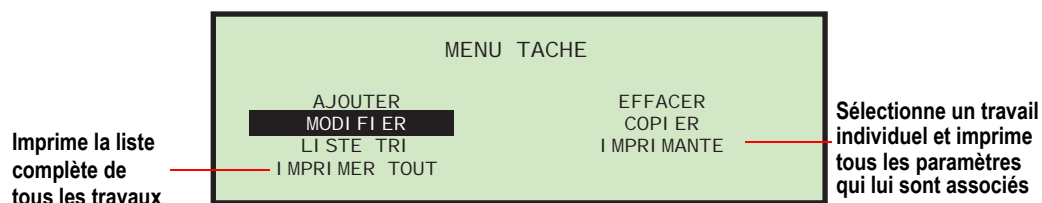

FIGURE 49 : Écran du menu de tâche
- Sur l'écran du menu de tâche (Figure 49), choisissez **LISTE TRI**.